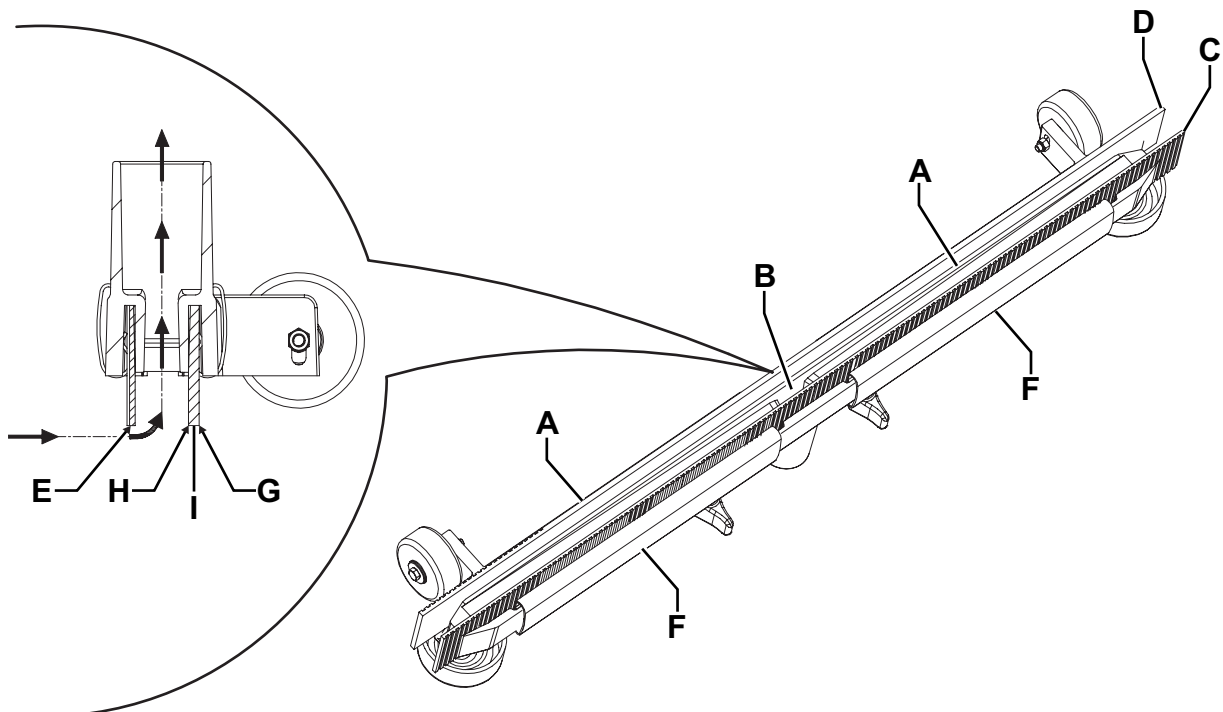

Abbildung 5
2. Überprüfen, ob der Netzkabelstecker (21) vom Stromnetz getrennt ist.
3. Die Sauglippe mit dem Pedal (19) absenken.
4. Ansaugrohr (22) von der Sauglippe abnehmen.
5. Sterngriffe (12) lösen und Sauglippe (11) abnehmen.
6. Sauglippe abspülen und reinigen. Insbesondere den Schmutz und Abfälle von den Förderöffnungen (A, Abb. 5) und der Ansaugöffnung (B) beseitigen.
7. Überprüfen, ob der vordere (C) und der hintere Gummi (D) unversehrt sind und keine Schnitte oder Risse aufweisen, gegebenenfalls austauschen (siehe nachstehender Absatz).
2. Überprüfen, ob die Kanten des vorderen (E, Abb. 5) und die Kanten des hinteren Gummis (I) gleichzeitig in ihrer gesamten Länge auf dem Fußboden aufliegen. Andernfalls Höhe wie folgt einstellen:
- Befestigungsfedern (F) entfernen und vorderen (C) sowie hinteren Gummi (D) einstellen.
3. Überprüfen, ob der vordere (C) und der hintere Gummi (D) unversehrt sind und keine Schnitten oder Risse aufweisen, gegebenenfalls wie folgt austauschen. Prüfen, dass auch die Vorderkante (H) des Hintergummis unversehrt ist; andernfalls das Gummi umdrehen und die andere, unversehrte Kante (G) benutzen. Ist auch die andere Kante abgenutzt, das Gummi ersetzen und dabei wie folgt vorgehen:
- Befestigungsfedern (F) entfernen und hinteren Gummi (D) austauschen (oder umdrehen).
4. Sauglippe (11) montieren und Sterngriffe (12) festdrehen.
5. Das Ansaugrohr (22) an die Sauglippe (11) verbinden.